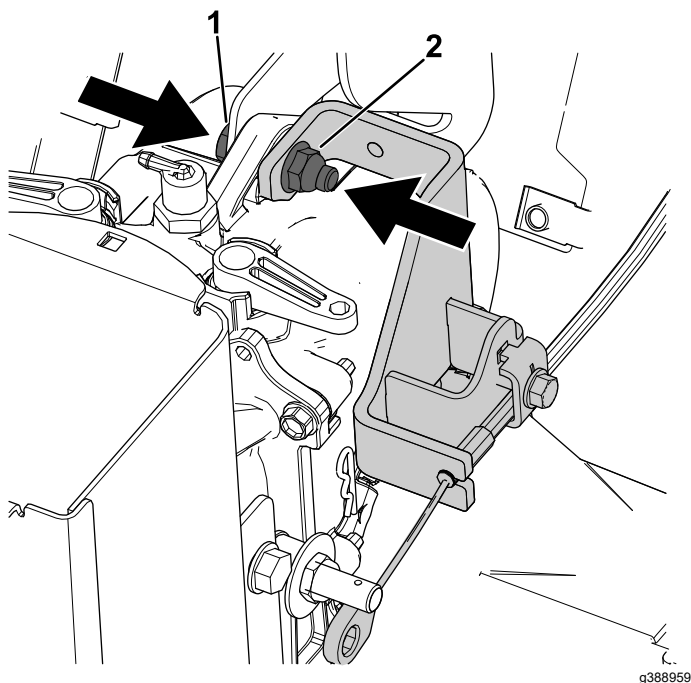

Figura 15
- A. Fissate la parte superiore del supporto della trasmissione idrostatica al gruppo trasmissione idrostatica e alla staffa della trasmissione idrostatica con il nuovo bullone (5/16" x 1 1/4") e il dado di bloccaggio (5/16") (Figura 15).